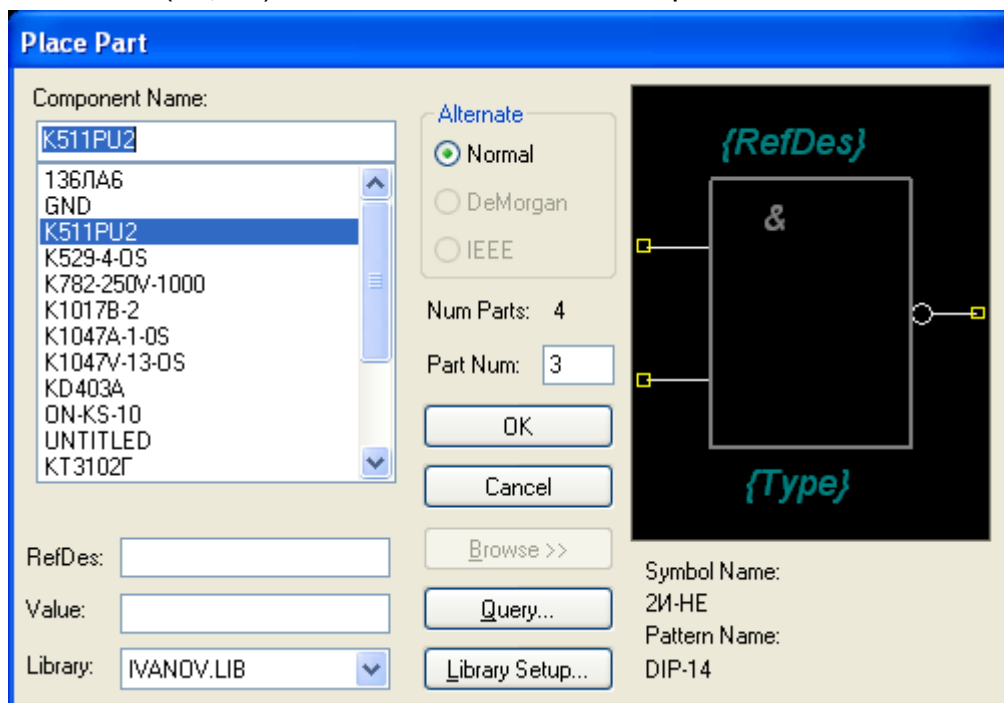

Рисунок 5.13 - Установка 3-й секции ИМС K511ПУ2
- Установить 3-ю секцию ИМС. Снова щелкнуть ЛК и в открывшемся окне опять выбрать элемент **К511ПУ2**, но в области **Part Num** теперь задать 3 (рис. 5.13). Для этого щелкнуть ЛК в окне **Part Num** и ввести 3. Нажать на кнопку **OK** и установить на рабочем поле щелчком ЛК 3-ю секцию в точку (50; 120) Щелкнуть ПК.